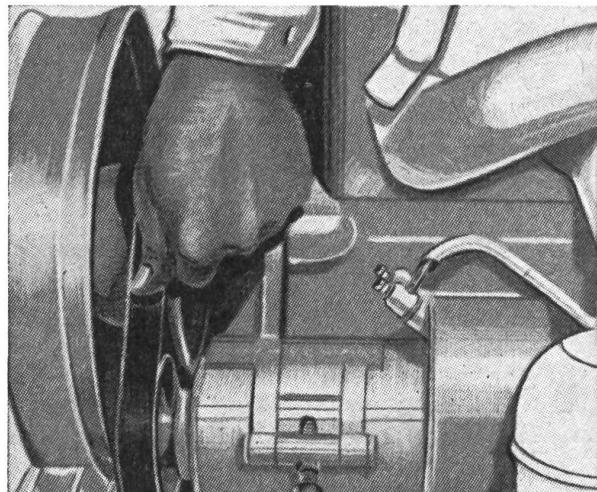

Fig. 5a:
3. Il convient d'être également prévoyant avec les moteurs refroidis par air, surtout lorsque le ventilateur est actionné par une courroie trapézoïdale. Aussi tout tractoriste devrait-il contrôler chaque matin sa tension avec le pouce (fig. 5a et 5b). La courroie doit céder de 1 à 1,5 cm sous la pression. Ce n'est qu'ainsi qu'elle sera correctement tendue. Si elle adhère trop fortement aux poulies, elle pourra se rompre, et si elle est trop lâche, elle sortira de la gorge. Le refroidissement se trouvera compromis dans les deux cas.